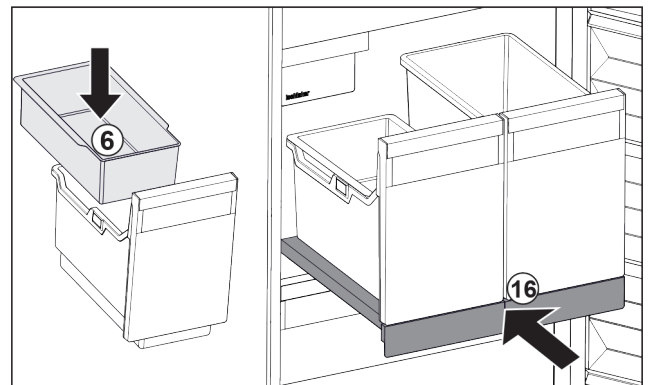

Fig. 106
- ▶ Поставете окачващата се поставка *Fig. 106 (6)* за ледени кубчета.
- ▶ Вкарайте изтеглящата се дъска със съдовете (IceTower). *Fig. 106 (16)*